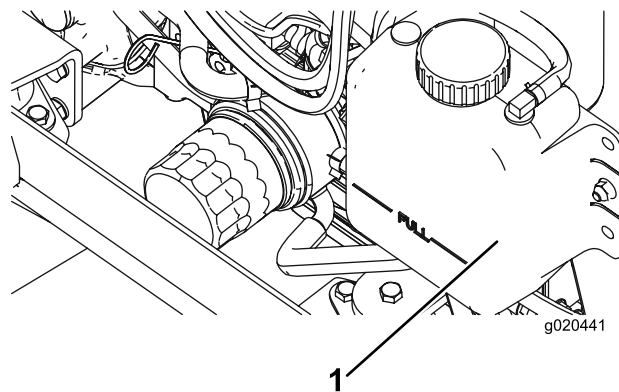

Figura 96
1. Togliete con cautela il tappo del radiatore e il tappo del serbatoio di espansione (Figura 96).